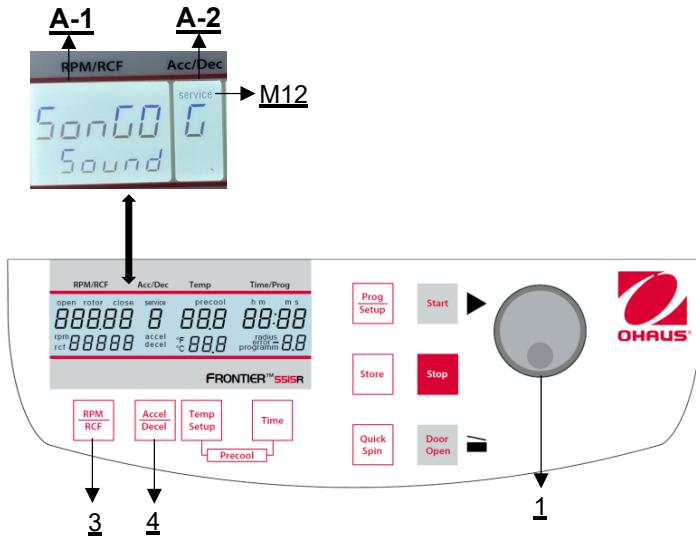

Figure 33
Procéder comme décrit au point 4.1.1 pour entrer dans ce mode de programmation et appuyer ensuite sur la touche "Accel/Decel" (4). Sur l'écran "Acc/Dec" (A-2), le mot "Service" (M12) clignote. Sélectionnez maintenant la lettre "G" à l'aide du bouton de réglage (1). Les mots "SonGo/Sound" apparaissent alors sur l'écran "RPM | RCF" (A-1). Après avoir appuyé sur la touche "RPM | RCF" (3), vous pouvez sélectionner un morceau à l'aide du bouton de réglage (1) (voir figure 33).